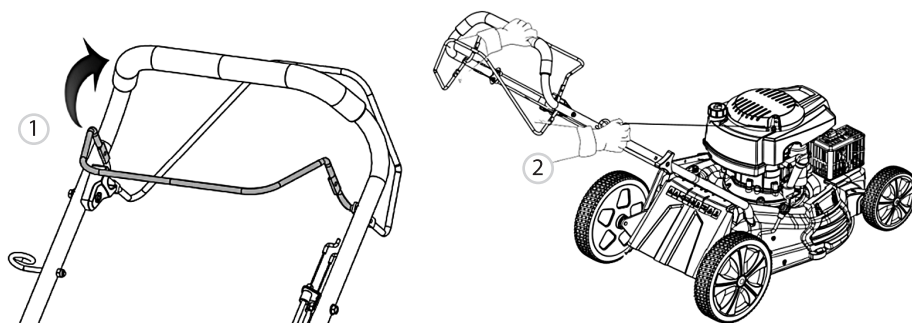

Рис. 11
4. Зажмите рычаг привода ножа 1 (рис. 11), медленно вытащите шнур ручного стартера, пока не почувствуете сопротивление, а затем быстро потяните его 2 (рис. 11). Повторите данный процесс несколько раз до запуска двигателя.